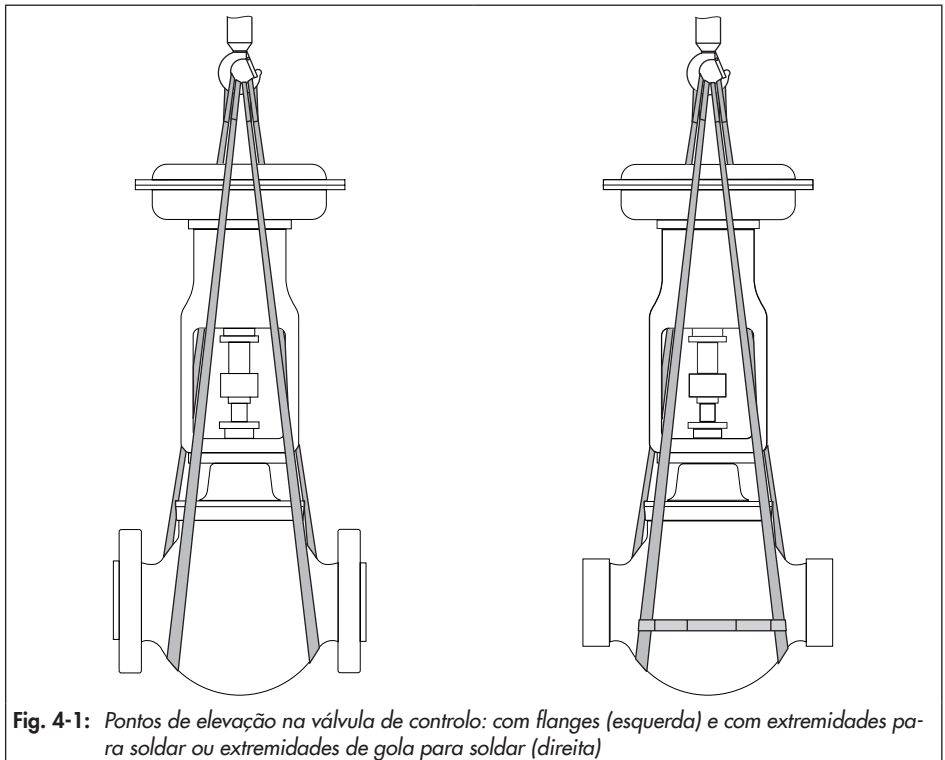

Fig. 4-1: Pontos de elevação na válvula de controlo: com flanges (esquerda) e com extremidades para soldar ou extremidades de gola para soldar (direita)
- Utilize um gancho com trinco de segurança (Consulte a Fig. 4-1) para impedir que as alças deslizem do gancho durante a elevação e o transporte.
1. Fixe uma alça (ou outro equipamento de elevação adequado) a cada flange ou ponto de soldadura do corpo da válvula e no equipamento de fixação (por exemplo, gancho) da grua ou empilhador (consulte a Fig. 4-1).